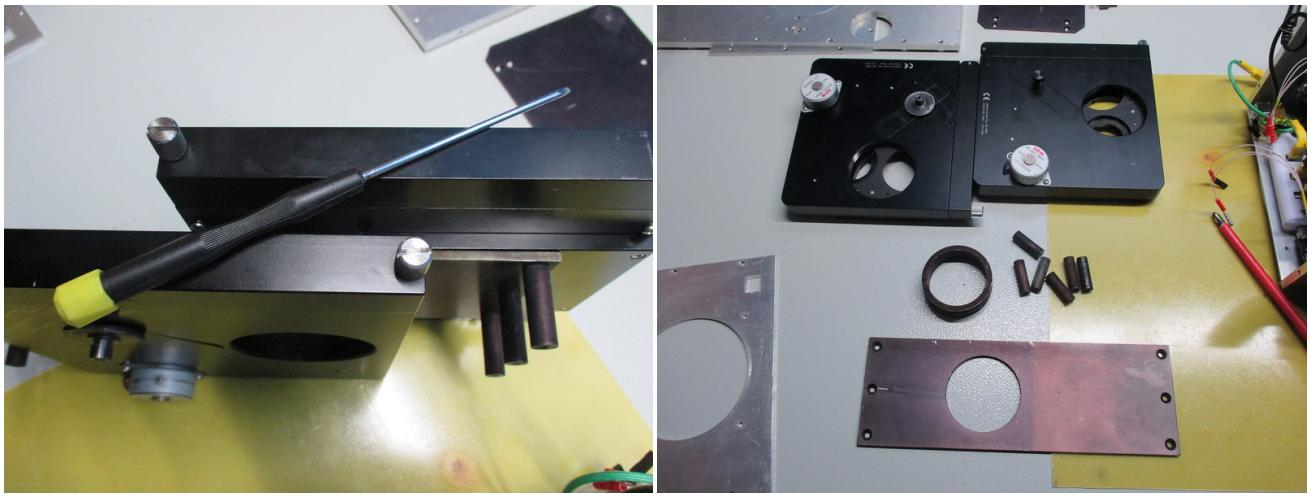

Рис. 16: Отсоединение турелей.
**5.** При помощи шестигранника на тонкой длинной рукоятке (либо длинной плоской отвертки) ослабить винты, фиксирующие турели на центрующем кольце (рис. 16 слева). Снять с кольца турели, вынуть кольцо из панели турелей и открутить от панели крепежные стойки.